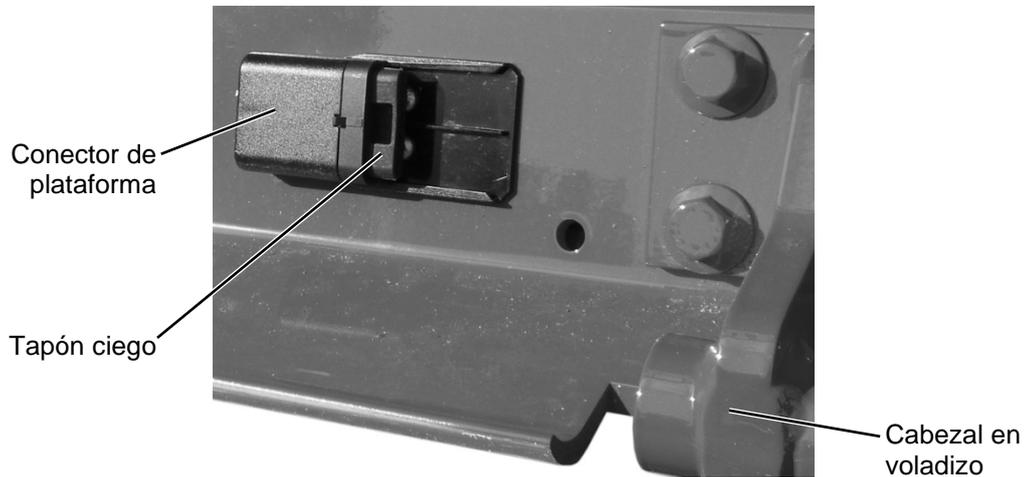

Figura 42: Conector de plataforma
Para el montaje del sensor de inclinación **B15S** se ha previsto un conector de plataforma en la parte inferior de la plataforma, junto con el cabezal en voladizo derecho (véase Figura 42). El conector de la plataforma y el sensor de inclinación **B15S** también se utilizan para suministrar energía a los componentes eléctricos de la plataforma.
- ▶ Retire la clavija ficticia del conector de la plataforma (véase Figura 42).